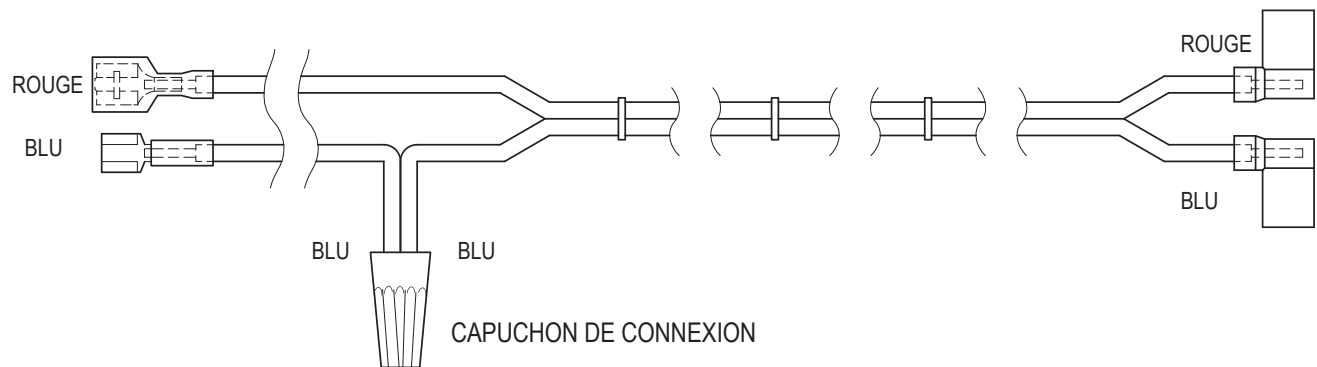

Figure 21. Harnais 10, modèles 2100 à 4001
15. À l'intérieur de la boîte de jonction, connectez les 2 connecteurs à fourche (RED et BLU) du HARNAIS 10 aux fils correspondants du HARNAIS 9, voir **Figure 21**. Connectez les cosses du HARNAIS 9 aux bornes plates, à travers le bouclier de protection du coupe-circuit thermique. Utilisez une paire de pinces pour solidement fixer le câblage le long de la face de l'appareil.